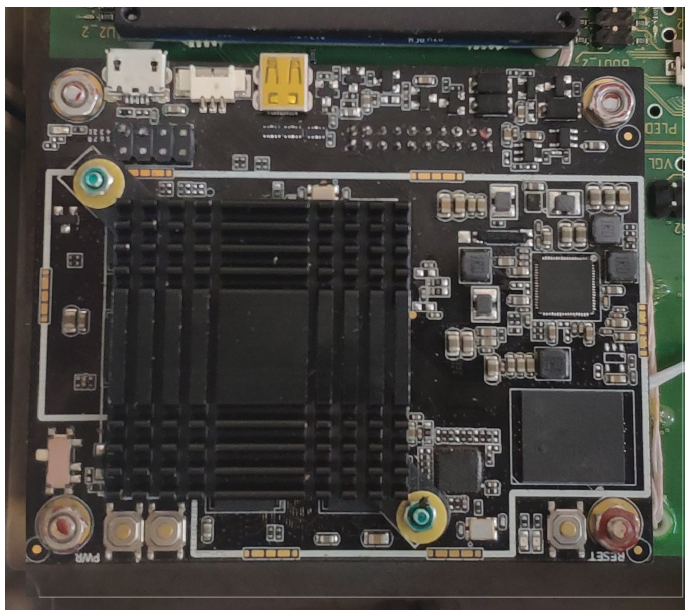

Рисунок 3 - Модуль защиты, закрепленный на несущей плате
- закрепить на направляющих штырях гайками (рисунок 3).